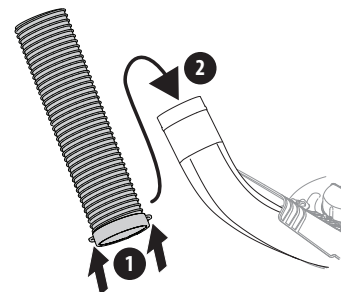

Figura 24
2. Deslice la manguera sobre el maletero montado en la plataforma de corte, como se muestra en la Figura 24.